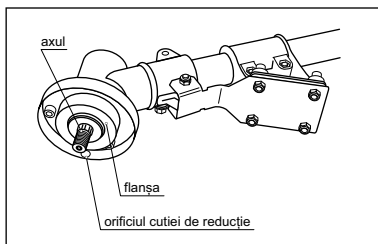

fig. 7
- Aliniați orificiul șaibei de flanșă cu orificiul cutiei de viteze (fig. 7).